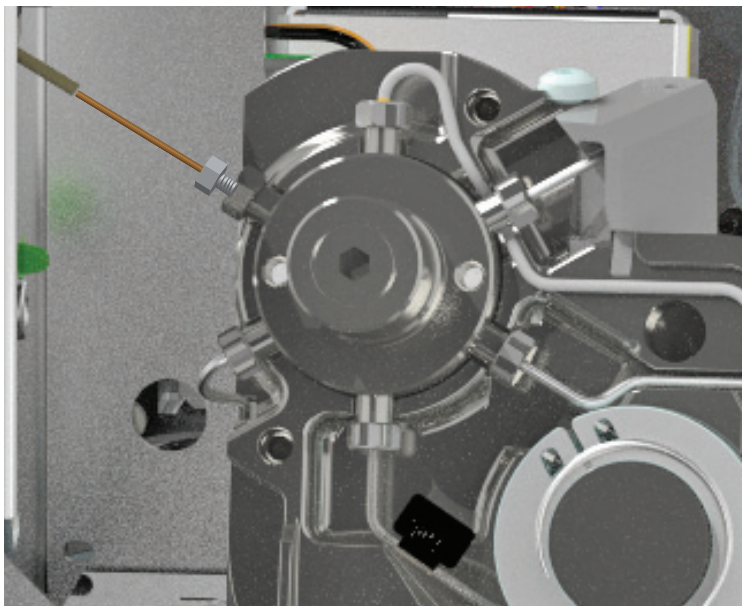

Рис. 7. Внутренний переходник диаметром 3/16" при снятой крышке крана.
- 7 Открутите гайку 3/16" во внутреннем переходнике (**Рис. 7**). (Для стабилизации фитинга крана используйте ключ 1/4".)